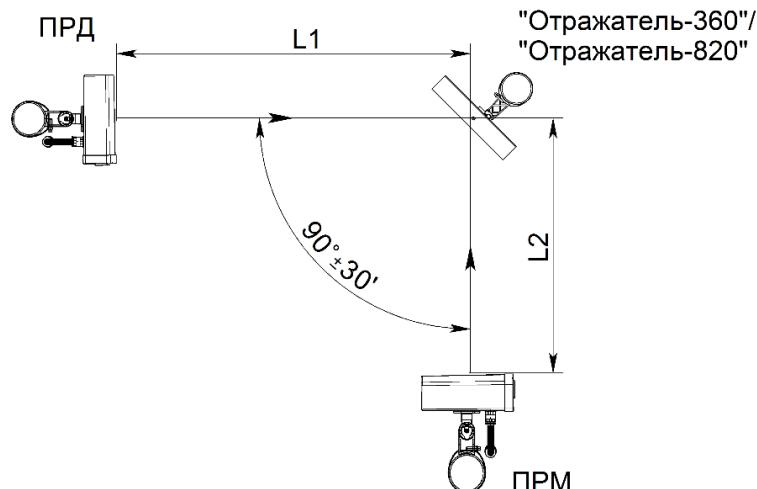

Рисунок 2.14 – Установка извещателей с применением отражателя «Отражатель-360» («Отражатель-820»)
2.3.9.2 При работе извещателей с «Отражателем-360» (см. рисунок 2.14) суммарная длина зоны обнаружения  $L_1 + L_2$  (где  $L_1$  – расстояние между блоком ПРД и отражателем,  $L_2$  – расстояние между отражателем и блоком ПРМ) не должна превышать: